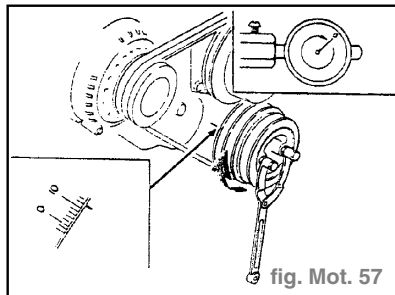

fig. Mot. 57
- Tourner le vilebrequin dans le sens des aiguilles d'une montre de manière à aligner l'encoche du vilebrequin à **12°** après PMH (véhicules sans système de commande de pression de suralimentation) ou **6°** après PMH (véhicules avec système de commande de pression de suralimentation). (fig. Mot. 57)